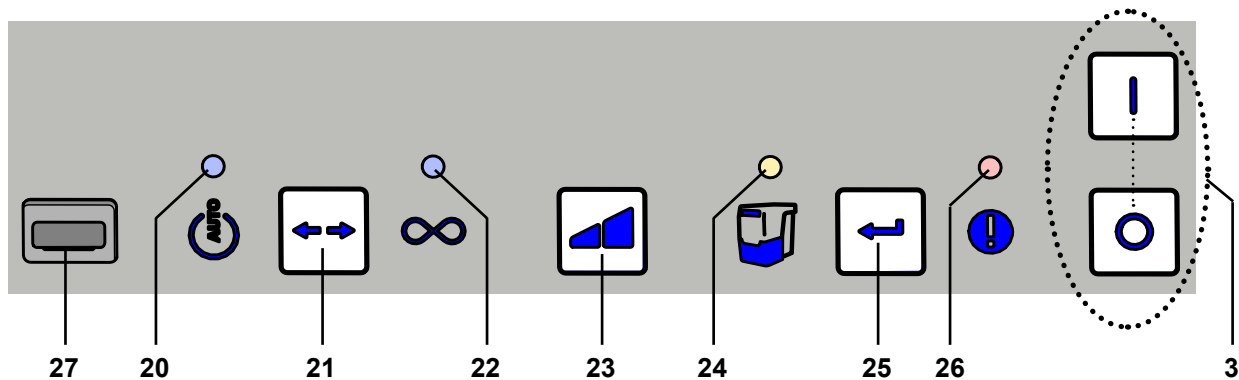

Abb. 2
- ⇒ Gerät am Ein- / Aus-Schalter (3, Abb. 2) ausschalten.
Die Bedienung der Absaugung erfolgt über die Tasten am Bedienfeld (Abb. 2).